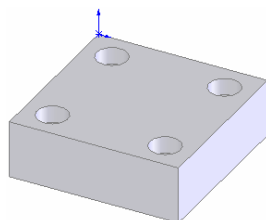

图 5-200 添加孔的图形
⑦ 确认孔特征。单击“孔规格”属性管理器中的“确定”图标按钮，结果如图 5-200 所示。